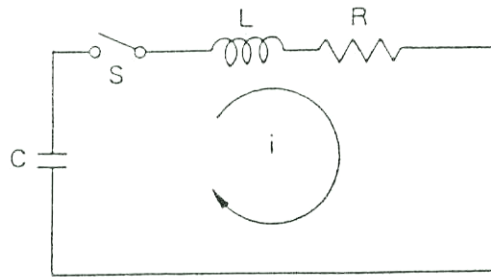
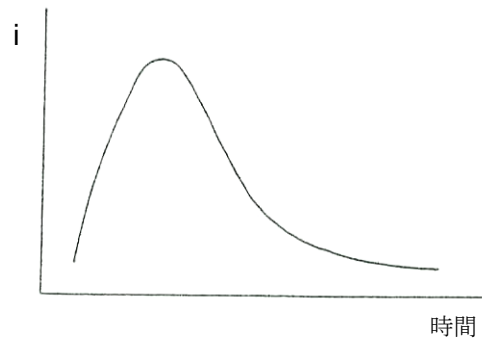

図 26
図 27
1. 本器の RLC 回路は、図 26 のようになっています。
2. 図 26 の回路で横軸を時間、縦軸を  $i$  とすればその過渡現象による波形は、図 27 のようになります。